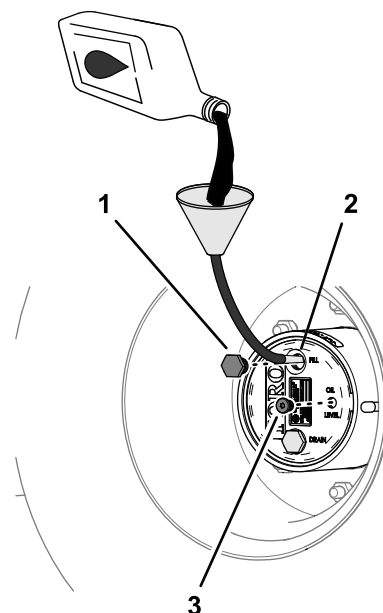

図 86
4. オイルの量が少ない場合は、補給プラグを取り、点検穴からあふれ出てくるまで所定のオイルを補給する 図 86 プラネタリギアドライブの潤滑油の仕様 (ページ 62) を参照。
6. 補給プラグと点検プラグを取り付ける 図 86。
1. 補給プラグの穴から、新しいオイルをゆっくりと入れる図 86 プラネタリギアオイルの点検 (ページ 62) を参照。
3. 補給プラグと点検プラグを取り付ける図 86 プラネタリギアオイルの点検 (ページ 62) を参照。